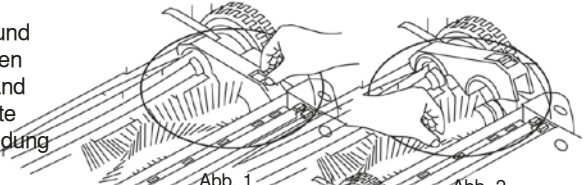

Abb. 1
1. Die Riegelstange nach vorne drücken und die Abdeckung mit dem rechten Daumen hochheben und dann mit der linken Hand den Stab der mittleren Reinigungsbürste anheben. (siehe Abbildung 1 und Abbildung 2)